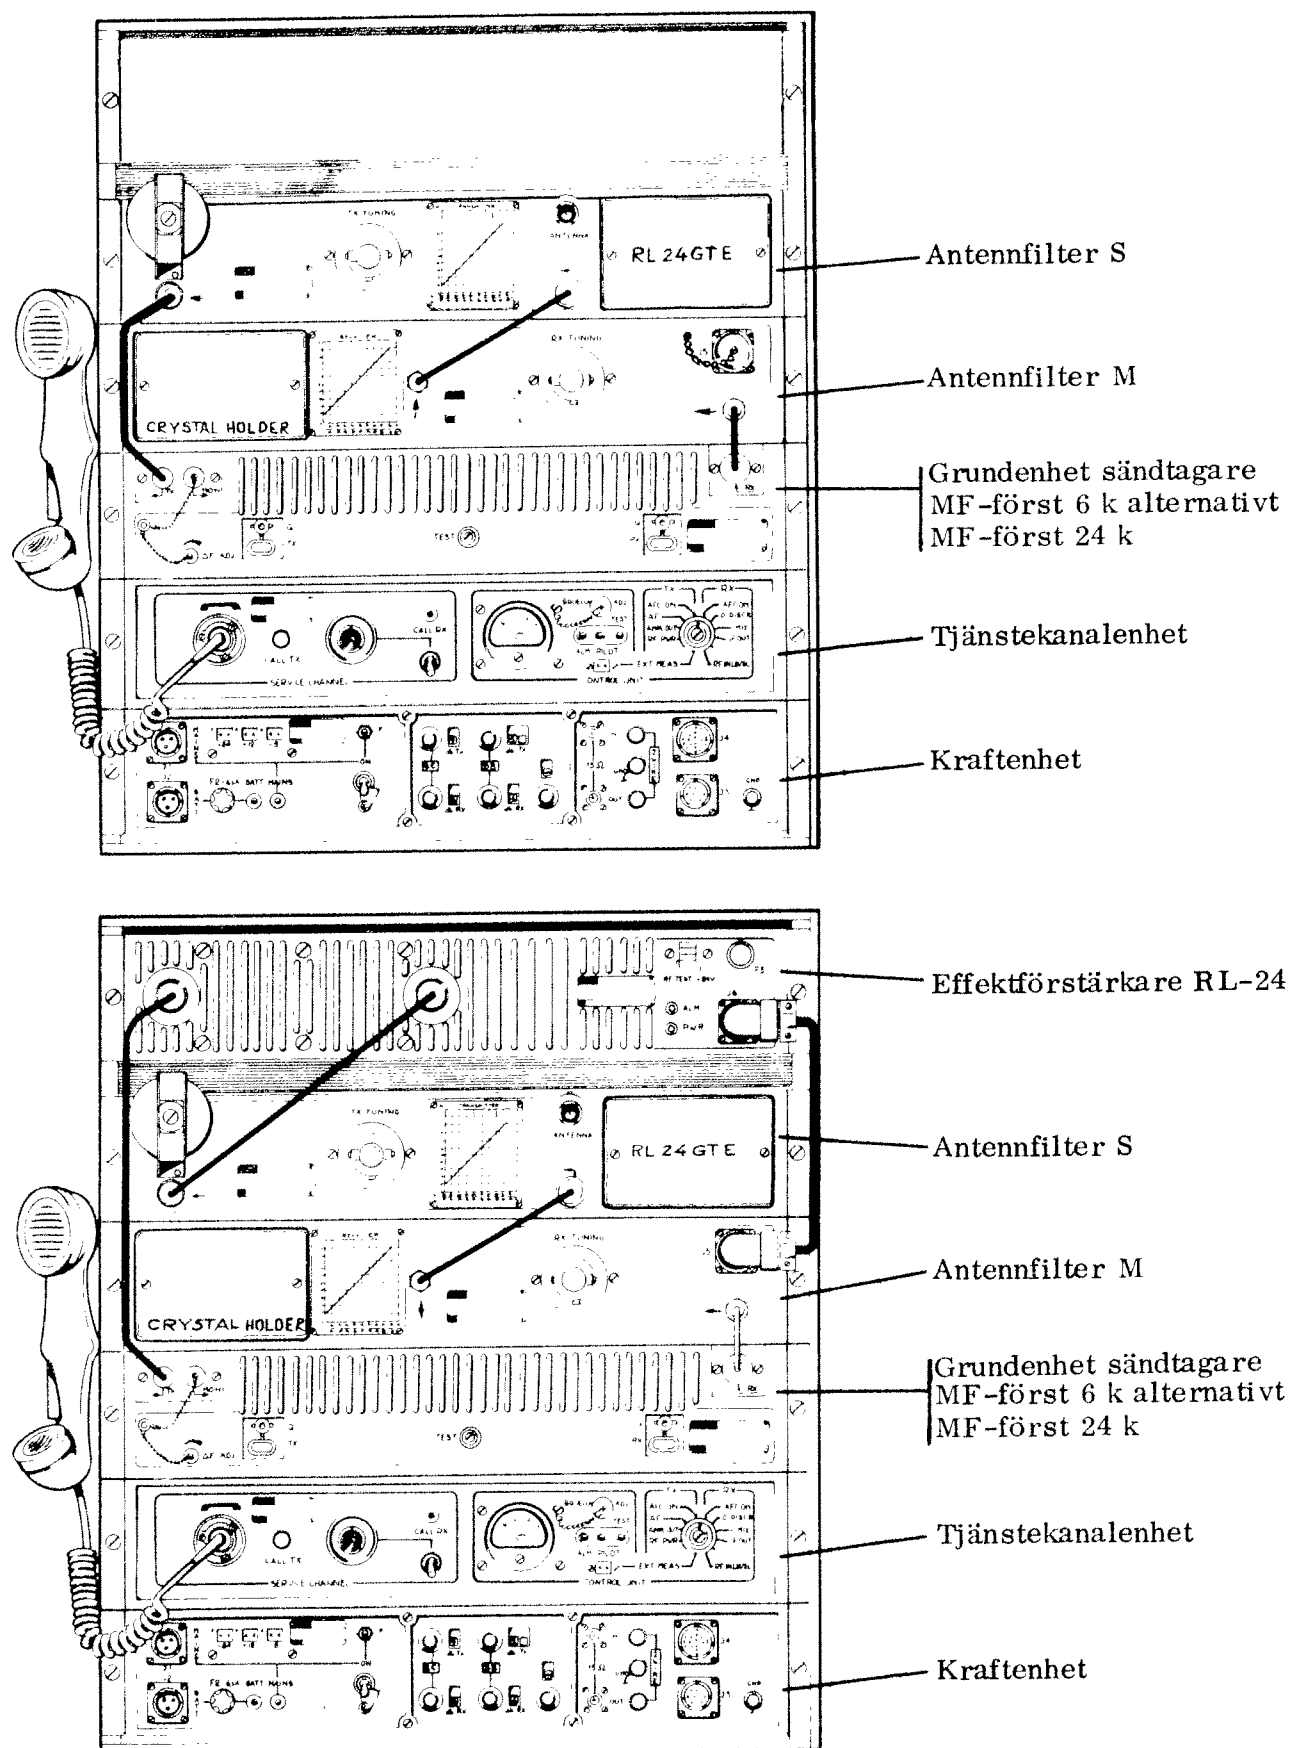

Bild 1
- 3.2.2.3 Anslut koaxialkablarna enligt bild 1 övre delen.
Återställ utrustningen enligt bild 1.
- Anslut effektförstärkaren, se bild 1 nedre delen.